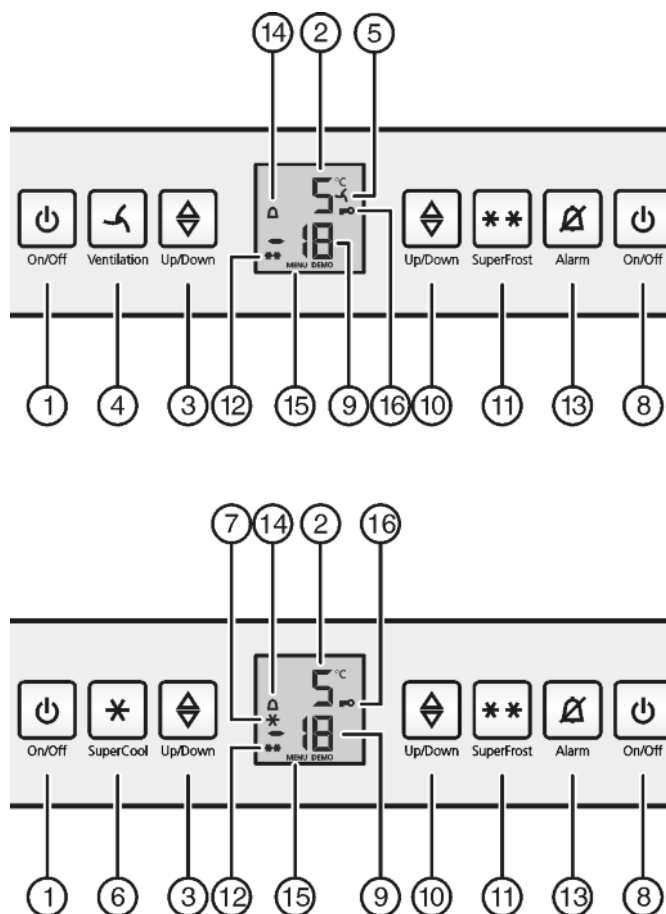

Fig. 2
- ▶ Nacisnąć przycisk On/Off zamrażalnika Fig. 2 (8).
- ▶ Nacisnąć przycisk On/Off chłodziarki Fig. 2 (1).
- ▶ Aktywacja trybu regulacji: Nacisnąć i przytrzymać przycisk SuperFrost Fig. 2 (11) przez ok. 5 sekund.
- ▷ Na wskaźniku pojawia się symbol menu Fig. 2 (15).
- ▶ Krótko potwierdzić przyciskiem SuperFrost Fig. 2 (11).
- ▷ Na wskaźniku świeci symbol zabezpieczenia przed dziećmi Fig. 2 (16).
- ▶ Krótko wcisnąć przycisk On/Off zamrażalnika Fig. 2 (8).
- ▷ Symbol zabezpieczenia przed dziećmi Fig. 2 (16) gaśnie.
Jednocześnie miga wskaźnik temperatury i symbol Alarmu Fig. 2 (14).
Akustyczny sygnał ostrzegawczy milknie automatycznie, znika symbol Alarmu Fig. 2 (14) i wskaźnik temperatury przestaje migać, gdy temperatura będzie ponownie wystarczająco niska.
- ▶ Nacisnąć przycisk Alarm Fig. 2 (13).